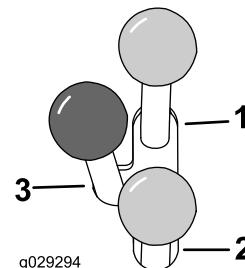

図 13
- ・ 油圧アタッチメントを正転前転させるととき、補助油圧レバーを前へ押します図 13。
- ・ 油圧アタッチメントを逆転後転させるととき、補助油圧レバーを後へ押します図 13。
注 前進位置や後退位置でレバーから手を離すと、レバーは自動的にニュートラル位置に戻ります図 13。